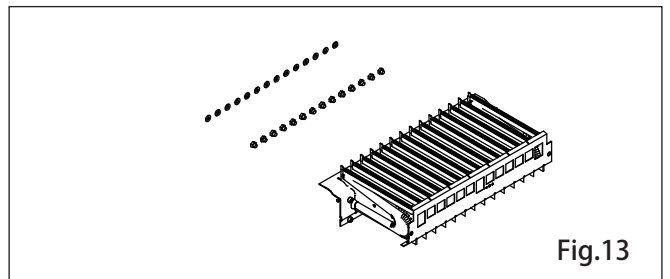
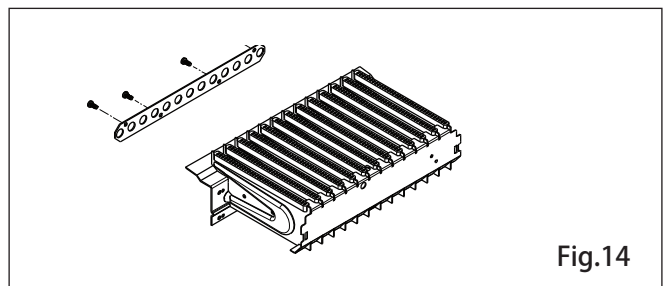

Fig.13
Fig.14
- 使用7号套筒扳手拆下喷嘴、垫圈，并用相应的气种转换组件进行替换（Fig.13, Fig.14）。